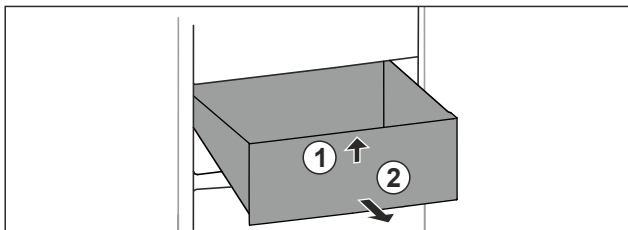

Fig. 136
- Emelje meg a fiók elejét. Fig. 136 (1)
- Vegye ki a fiókot előre felé. Fig. 136 (2)